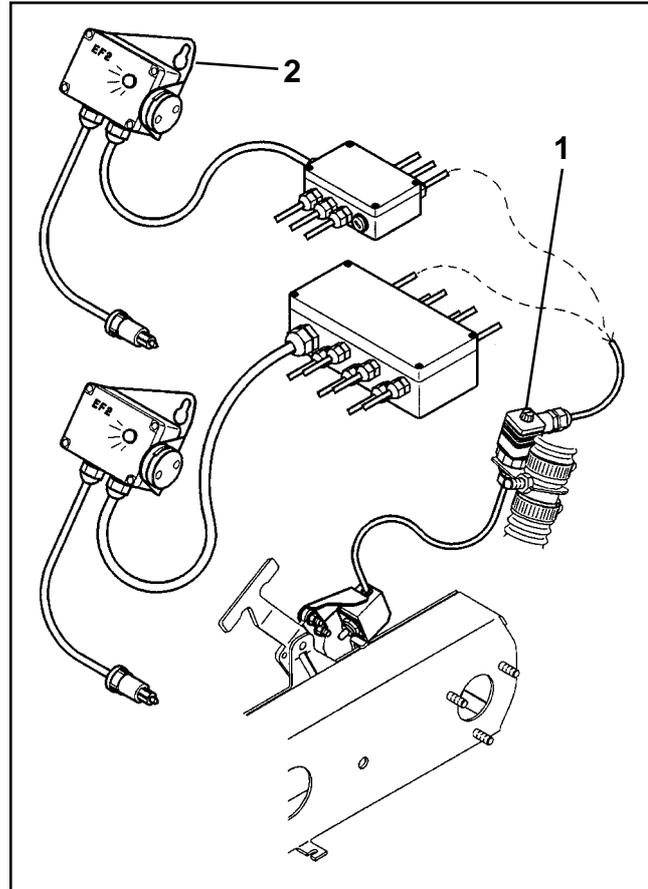

Fig. 11.4
- Déconnectez les dominos de connexion mâle et femelle (Fig. 11.4/1).
**Si le branchement des dominos n'est pas correctement effectué, un signal optique et sonore se déclenche au boîtier avertisseur (Fig. 11.4/2).**